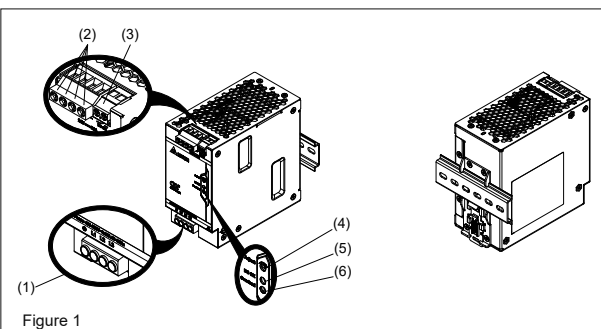
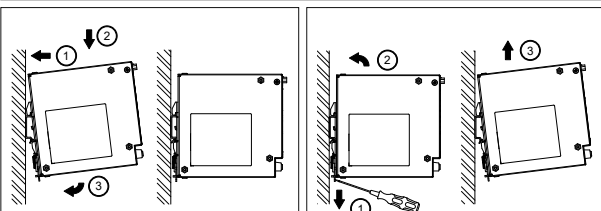
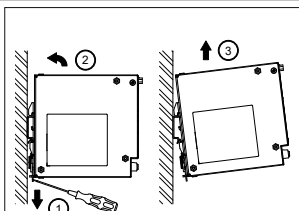

Figure 1
Figure 2
Figure 3
3. Mounting and dismounting (Fig. 2, Fig. 3)
- Tilt the unit slightly upwards and put it onto the DIN rail. Snap on the DIN rail as shown in Fig. 2.
- To uninstall, pull or slide down the latch as shown in Fig. 3. Then, slide the PSU from the opposite direction, release the latch and pull out the PSU from the rail.
4.1. Input connection (Fig. 1 (1), Fig. 6)
Use L1, L2, L3 and PE connections of input terminal connector (see Fig. 1 (1)) to establish the 3 x 400-500Vac connection. Fig. 6 shows the connection to the various network types.
4.2. Output connection (Fig. 1 (2))
Use the “+” and “-” screw connections to establish the 24Vdc connection. The output provides 24Vdc. The output voltage can be adjusted from 24 to 28Vdc on the potentiometer. The green LED DC OK displays correct function of the output (Fig. 1 (5)). The device has a short circuit and overload protection and an over voltage protection limited to 32Vdc.
2. Description de l'appareil (Fig. 1)
- Potentiomètre de réglage de tension continue (CC)
3. Montage et démontage (Fig. 2, Fig. 3)
- Inclinez l'appareil légèrement vers le haut et placez le sur le rail DIN. Encliquezete le sur le rail DIN comme indiqué à la Fig. 2.
- Pour démonter l'appareil, tirez ou faites coulisser le loquet vers le bas comme indiqué à la Fig. 3, faites coulisser l'appareil dans la direction opposée, relâchez le loquet et enlevez l'appareil du rail.
5.1. Raccordement d'entrée (Fig. 1 (1), Fig. 6)
Utilisez les bornes L1, L2, L3 et PE (voir Fig. 1 (1)) pour raccorder en 3 x 400-500 Vca. Le raccordement aux divers types de réseau est représenté à la Fig. 6.
4.2. Raccordement de sortie (Fig. 1 (2))
Utilisez les bornes à vis « + » et « - » pour relier au 24 Vcc. La sortie délivre un courant en 24 Vcc. La tension de sortie peut être réglée entre 24 et 28 Vcc à l'aide du potentiomètre. Le voyant DEL OK vert indique le bon fonctionnement de la sortie (Fig. 1 (5)). L'appareil est équipé d'une protection de court-circuit et contre les surcharges, ainsi que d'une protection contre les surtensions réglée à 32 Vcc.